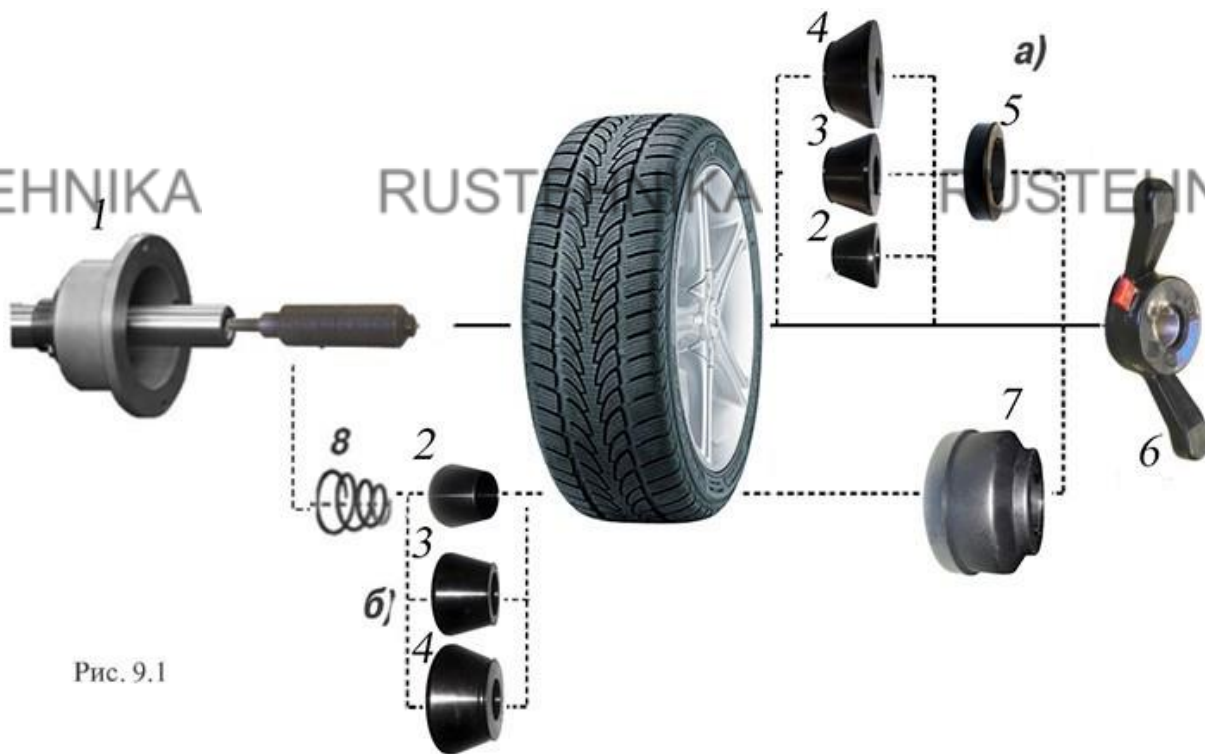

Рис. 9.1
зависимости от конфигурации обода конус может быть установлен как с внешней стороны обода (вариант "а"), так и с внутренней (вариант "б") (см. рис. 9.1)
9.5. СБ оборудован педалью для ускорения установки колеса по (варианту «б») (см. рис. 9.1) Установите колесо на конус, установите быстросъемную гайку, нажмите два раза педаль, удерживая колесо и быстросъемную гайку. Вал СБ начнет вращаться, зажимая колесо, когда колесо будет зажато вращение вала остановиться. Окончательно затяните колесо быстросъемной гайкой вручную.